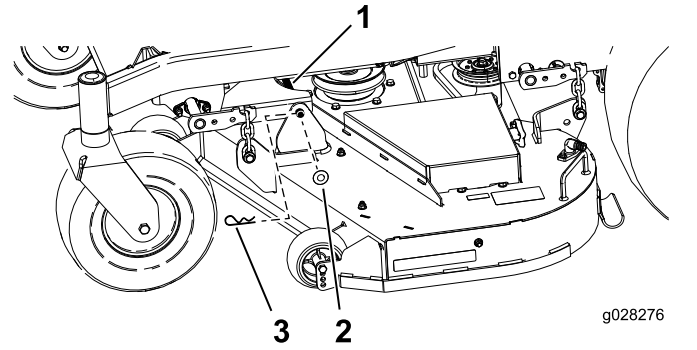

Figura 63
1. Retire la chaveta y la arandela que sujetan el pasador de enganche al bastidor y a la carcasa; retire el pasador de enganche (Figura 63).
9. Sujete el perno de enganche con las chavetas y las arandelas que retiró anteriormente (Figura 63).